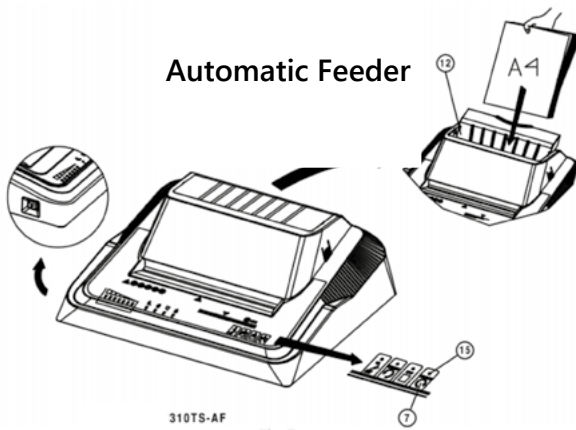
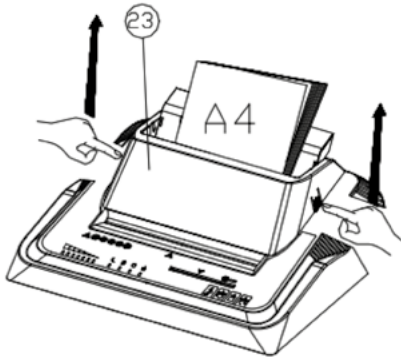
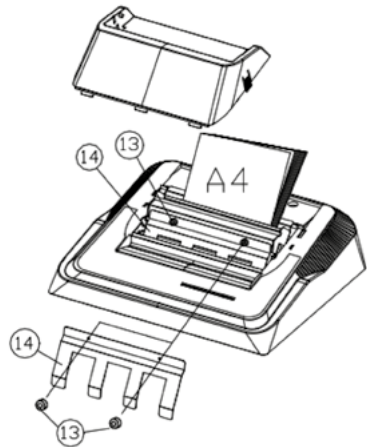

Fig.5
Fig.6
Fig.7
### *DISTRUZIONE DI FOGLI CON IL SISTEMA ALIMENTATORE AUTOMATICO FIG.5, FIG.6, FIG.7*
Inserire i fogli nell'imbocco (12) dell'alimentatore automatico spingendo fino a fondo corsa come indicato in Fig.5 , il led (15) inizia a lampeggiare. Quindi premere il tasto FORWARD (7), la macchina avvia la distruzione della carta, e a distruzione ultimata dei fogli inseriti si arresta automaticamente.
- rimuovere i due pomelli (13) come indicato in fig. 7 e rimuovere la paratia (14);